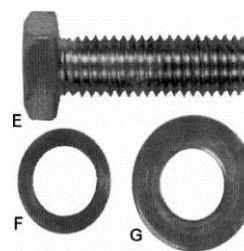

Рис. 5
2. После того как кронштейн был удален, установите винт обратно на площадку с двигателем. Верхний винт будет использоваться позже для крепления расширения к основному столу. (рис. 5)
3. Установите крышку двигателя (G), совместив штифты (H) на крышке с отверстиями на тумбе.
4. Закрепите крышку, потянув за защелку (J), закрыв дверцу, и отпустите защёлку.
- Крепёж: (6), 7/16 "x1-1/2" шестигранные болты крышки (6) 7/16" Гроверные шайбы, (6) 7/16 "Плоские шайбы и (2) Расширение
1. Прикрепите левое расширение (A) к основному столу (B) тремя болтами (E), с гроверами (F) и плоскими шайбами (G). Не затягивайте расширение, чтобы иметь возможность выровнять вручную по основному столу.
2. Установите расширение горизонтально, так чтобы передний край с передним краем стола (C) пилы были на одном уровне. Затем с помощью линейки, убедитесь, что плоскости находятся на одном уровне.
4. Возьмите крепеж (рис. 5) для правой стороны, а затем, приложив правое расширение сделайте все операции в том же порядке.